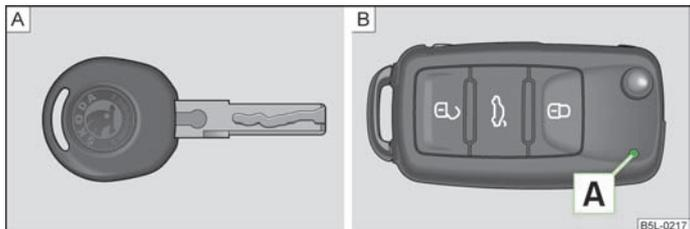
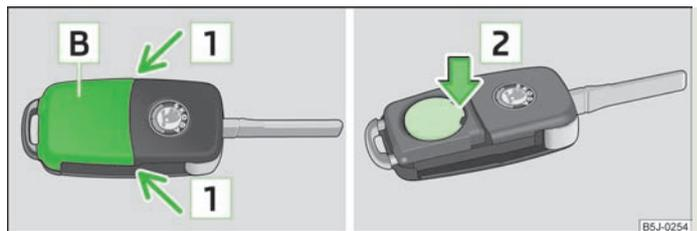

Fig. 8 Chiave senza telecomando / Chiave con telecomando (comando a distanza)
Fig. 9 Chiave con comando a distanza - rimozione del coperchio / rimozione della batteria
Con la vettura vengono consegnate due chiavi. A seconda dell'equipaggiamento, la vettura può essere dotata di chiavi senza telecomando » fig. 8 A o con telecomando » fig. 8 B.
Ogni chiave a distanza è provvista di una batteria alloggiata sotto il coperchio B » fig. 9. Quando la batteria è scarica, premendo un tasto della chiave con comando a distanza, la spia di controllo rossa A non lampeggia » fig. 8. Si raccomanda di fare sostituire le batterie delle chiavi presso un'officina ŠKODA. Qualora si desideri comunque sostituire in prima persona la batteria scarica, procedere come segue:
- Premere il coperchio della batteria con il pollice oppure con un cacciavite piatto in corrispondenza della freccia 1 » fig. 9.